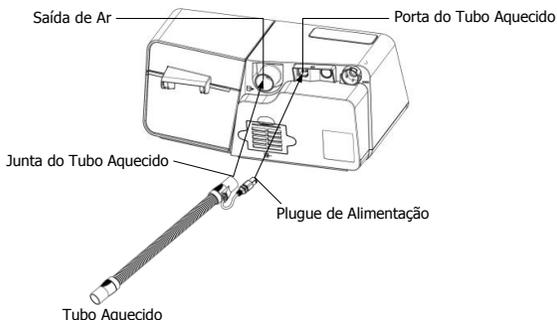

Fig. 11-6
(2) Conecte a junta do tubo aquecido à saída de ar do dispositivo e, em seguida, insira o plugue de alimentação na porta do tubo aquecido na parte de trás do dispositivo, conforme mostrado na Fig. 11-6.